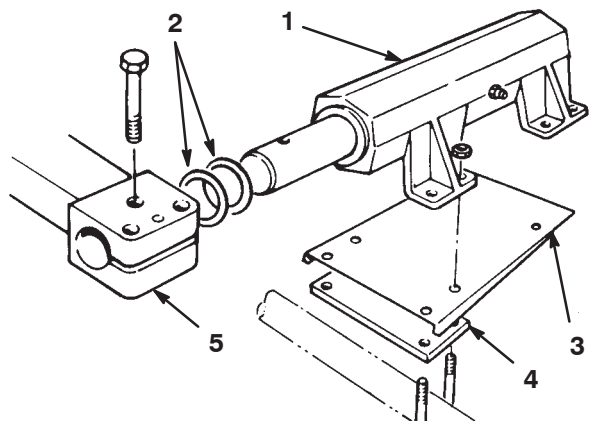

Bild 5
Befestigen Sie einen fixierten Kopf (Bild 5) mit einer Abdeckplatte, einer Höheneinstellplatte, U-Schrauben, Sicherungsscheiben und -muttern (liegen dem Kit bei) an jedem Mähwerk. Das Steckerende der Schwebeeinheit muss nach vorne zeigen. Ziehen Sie die U-Schrauben gleichmäßig an.
1. Nehmen Sie die drei metrischen Schrauben von jedem Hubarm ab (Bild 5).
5. Setzen Sie die drei Hubarmschrauben ein, ziehen Sie die Schrauben jedoch nicht fest (Bild 5).